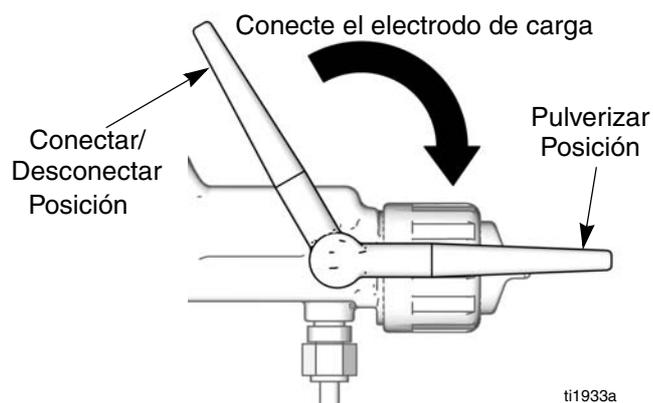

FIG. 4
2. Presione el electrodo en la posición Conectar/Desconectar mostrada en la FIG. 4.